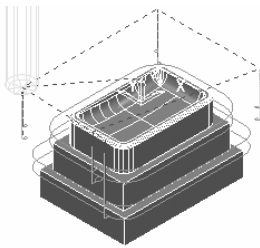

图 2-60 第一点安全高度
- **【第一点安全高度】**：开始点在刀具路径第一点上的一个安全 Z 高度的位置上，如图 2-60 所示。对于多轴加工的刀具路径，开始点通过与刀具路径第一点相隔一定距离的点来设置，沿着刀具主轴测量距离，并延伸到安全 Z 高度平面上或者旋转精加工刀具路径的圆柱体上。